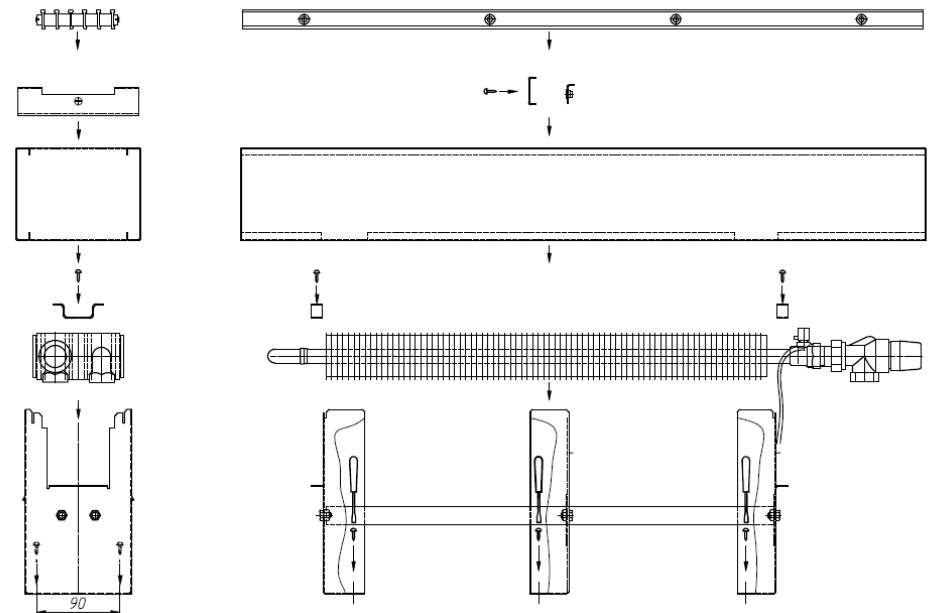

Рис.7
В напольном варианте закрепить опоры шурупами (рис. 7).
- 5.5. Установить, в настенном варианте, опоры на кронштейны зафиксировав винтами (также можно установить на кронштейны конвектор в сборе, если низкий подоконник, потом преподнять кожух для соединения штуцеров с трубопроводом). Установить тепловой элемент на опоры. Зафиксировать скобами. Выполнить соединение штуцеров конвектора с подводящим и отводящим трубопроводами. Чтобы исключить сворачивание медных труб конвектора при соединении необходимо ключом удерживать шестигранные штуцера нагревательного элемента (рис. 7. 8б).
- 5.7. Навесить кожух обратно на опоры, не фиксируя в опорах (рис.7, 8в).